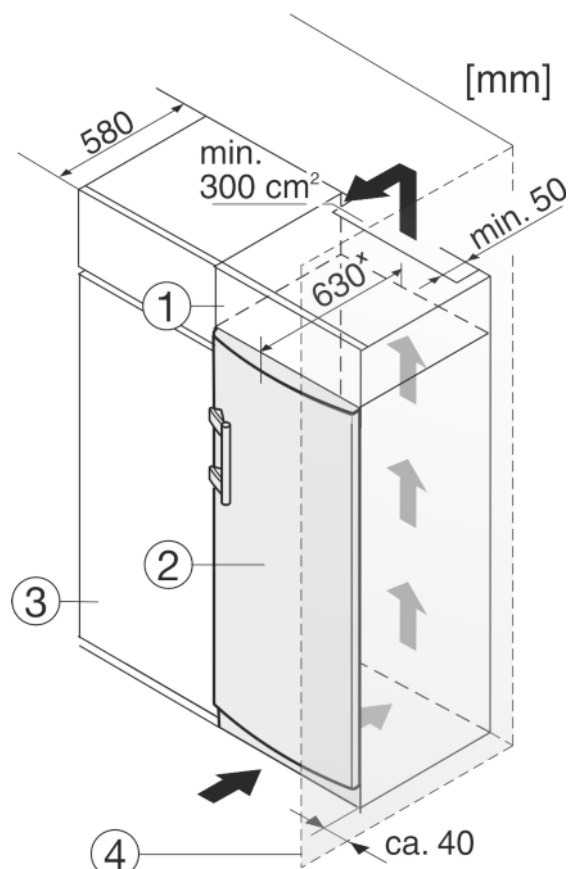

Fig. 11
Устройство может быть окружено предметами кухонной обстановки. Чтобы уравнивать устройство *Fig. 11 (2)* по высоте с кухонной стенкой, можно установить над устройством соответствующий дополнительный шкафчик *Fig. 11 (1)*.
При комбинировании с кухонными шкафами (глубина макс. 580 мм) устройство можно установить непосредственно рядом с кухонным шкафом *Fig. 11 (3)*. Устройство выступает сбоку на 34 мм* и по центру на 50 мм* относительно передней стенки кухонного шкафа.
Если устройство установлено на шарнирах у стены *Fig. 11 (4)*, то расстояние между устройством и стеной должно быть не менее 40 мм. Настольно выступает ручка при открытой двери.